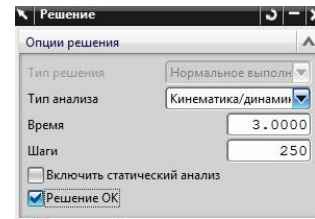

рис.66
- Рекомендуемые параметры *Решения* представлены на рис.66.